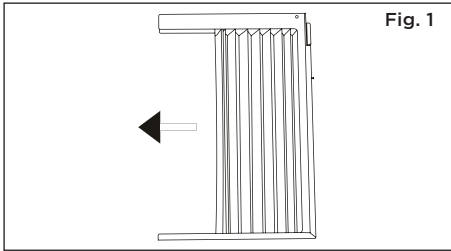

Fig. 1
- A. Ponga la unidad en el suelo, un banco o una mesa. Sujete el panel de acordeón en una mano y suavemente tire hacia atrás el centro para sacarla fuera. Consulte Fig. 1.